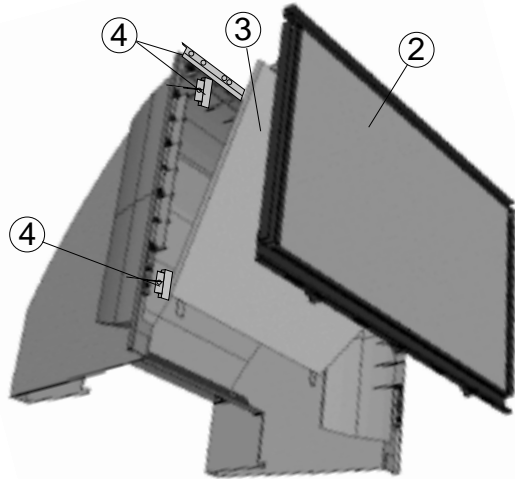

Fig.2
- Pop out, lift up and remove the protect frosting (2) (Fig.2).
- Remove the screws and fastening (4) then carrefully remove the screens (3) (Fig.2).
- Déboîter puis soulever et déposer la glace de protection (2) (Fig.2).
- Retirer les vis et attaches (4) puis déposer soigneusement l'ensemble écran (3 ) (Fig.2).
- Schnappen Sie die Mattscheibe aus und entfernen Sie sie durch Anheben (2) (Fig.2).
- Lösen Sie die Schrauben und Befestigungen (4) und entfernen Sie vorsichtig den Bildschirm (3 ) (Fig.2).
- Rimuovere le viti e i relativi fissaggi (3) poi attentamente rimuovere lo schermo (39 (Fig2)
- Tirar levantando y retirar el protector de las pantallas (2) (Fig.2).
- Quitar los tornillos y los anclajes (4) y con sumo cuidado retirar las pantallas (3) (Fig.2).